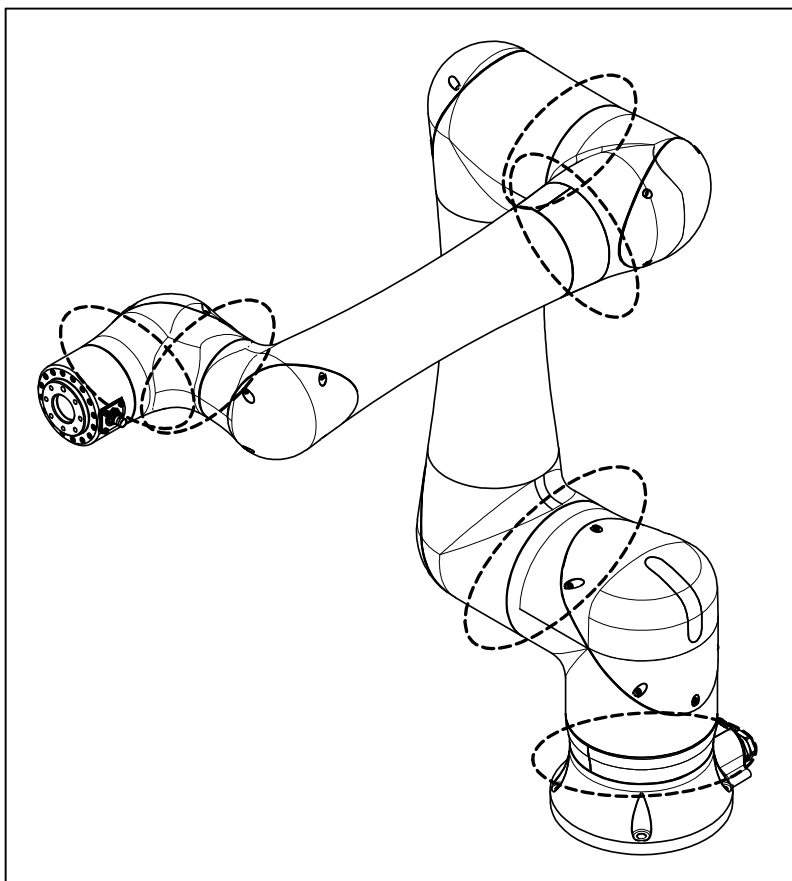

图 7.2.1 (a) 渗油的检查部位
- 根据动作条件和周围环境，油封的油唇外侧可能有油分渗出（微量附着）。该油分累积而成为水滴状时，根据动作情况恐会滴下。在运转前通过清扫在图 7.2.1 (a)中所示的油封部下侧的油分，就可以防止油分的累积。